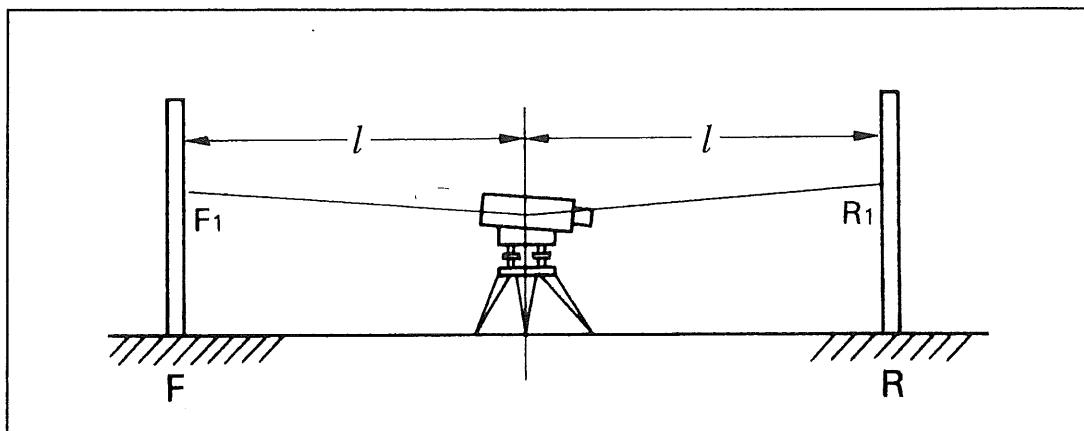

図9
- 2 望遠鏡を前後の標尺に向けて視準します。それぞれの標尺の視準する点を読み取り、 $F_1$  および  $R_1$  とします。(図9)